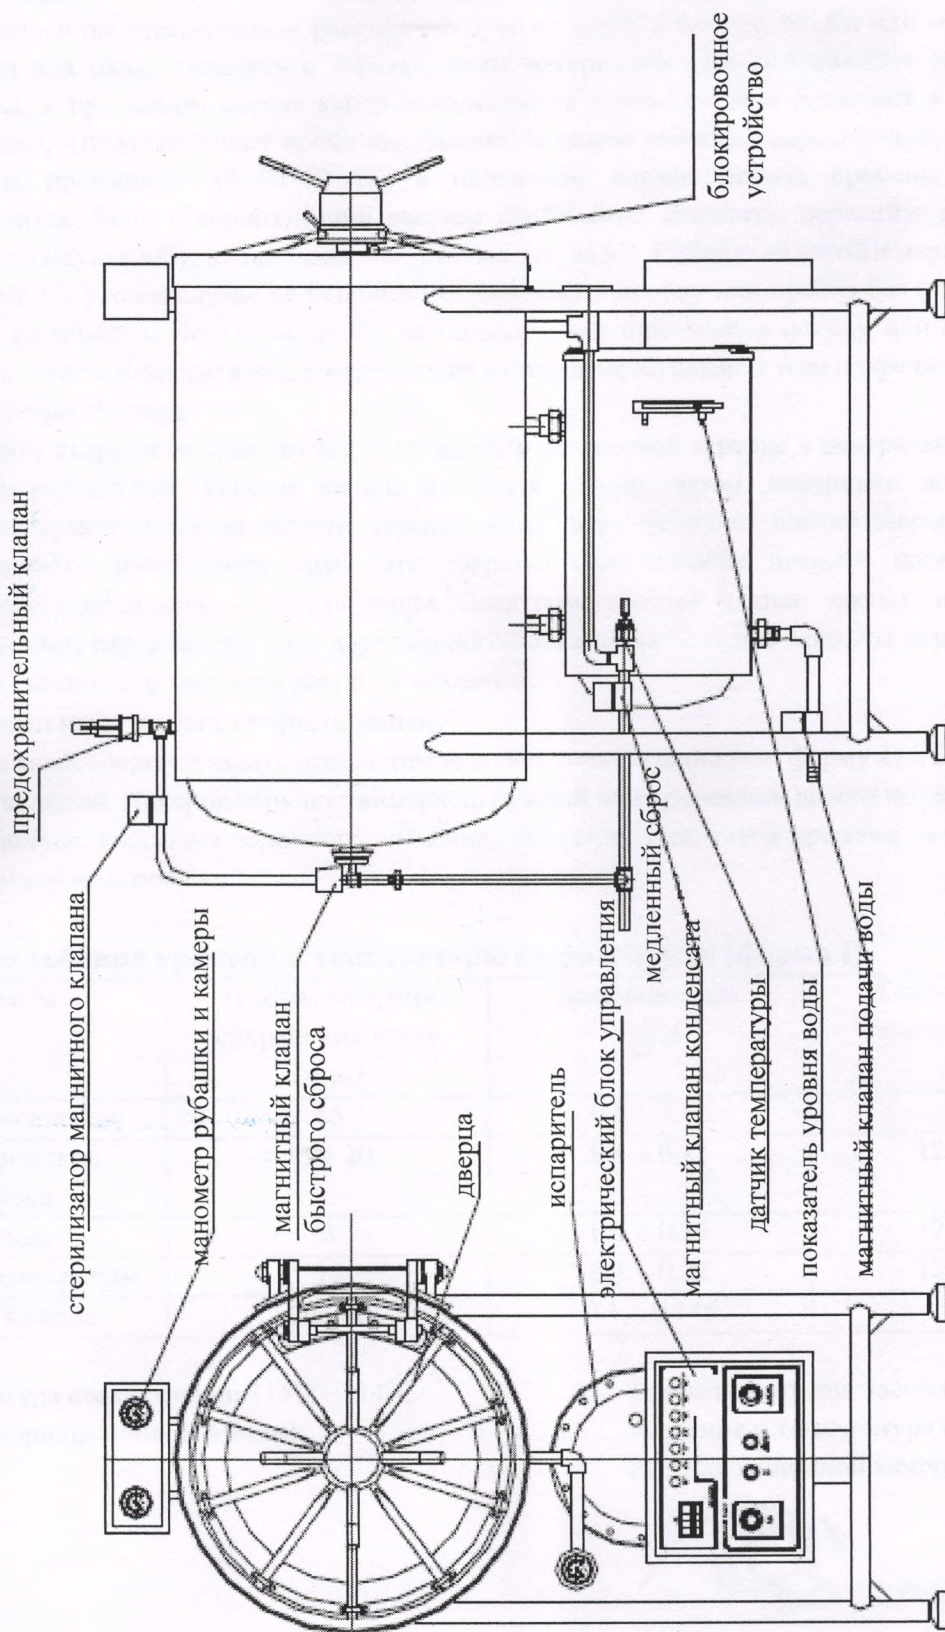

Рис.3
- Для установки. Выделите больше места вокруг стерилизатора для его эксплуатации и ремонта. Установочный размер для однодверного стерилизатора 200×93×182 см, для двухдверного - 200×93×182 см (см. рис.3)